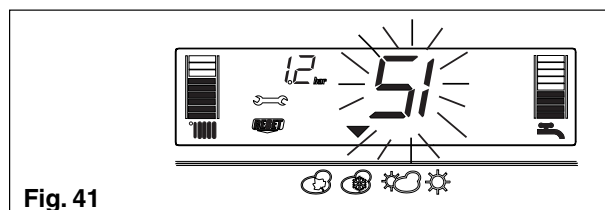

Fig. 41
3) Afisare simbol si (fig. 41)